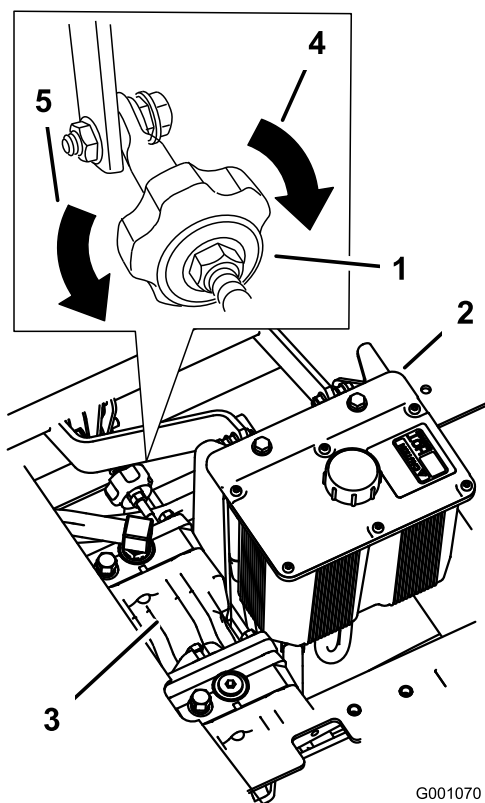

Figura 81
2. Ajuste la longitud de la varilla de la bomba girando el pomo, en el sentido apropiado, hasta que la rueda quede estacionaria o se mueva muy lentamente en marcha atrás (Figura 81).